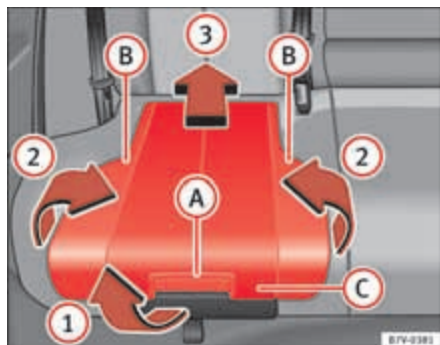

Fig. 29 Asiento integrado para niños: levantar el cojín.
- Tire del cojín hacia delante por la palanca de desbloqueo ⇒ página 51, fig. 29 **A** en la dirección de la flecha ⇒ página 51, fig. 29 **1**.
- Pliegue hacia arriba ambos lados ⇒ página 51, fig. 29 **B**, en el sentido de la flecha ⇒ página 51, fig. 29 **2**.
- Empuje hacia atrás el cojín ⇒ página 51, fig. 29 **C** en la dirección de la flecha ⇒ página 51, fig. 29 **3** hasta que se encastre.